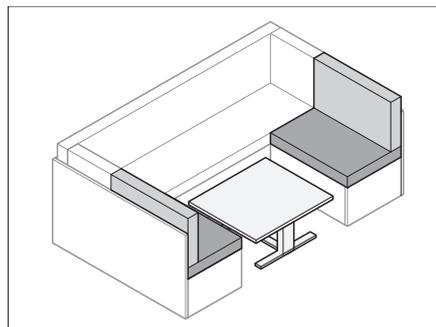

Fig. 73 Transformation de la table
- Transformer la table (Fig. 73) en sommier de lit (voir paragraphe 7.8).